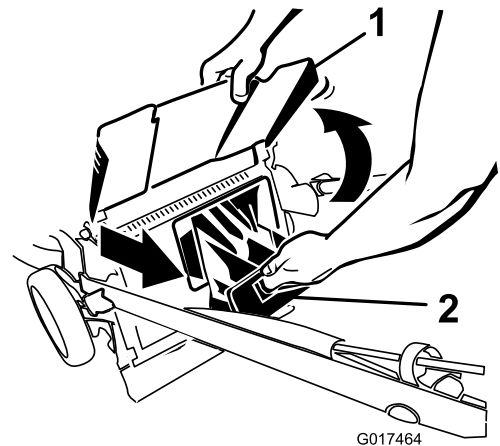

Figure 26
2. Soulevez le déflecteur d'éjection et gardez-le dans cette position (Figure 26).
3. Retirez l'obturateur d'éjection arrière (Figure 26).